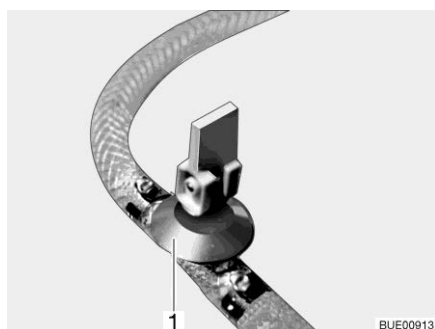

Fig. 196 Robinet de vidange (avec levier à bascule)
- Ouvrir tous les robinets de vidange. Placer pour ce faire le levier à bascule du robinet de vidange (Fig. 196,1) à la verticale.